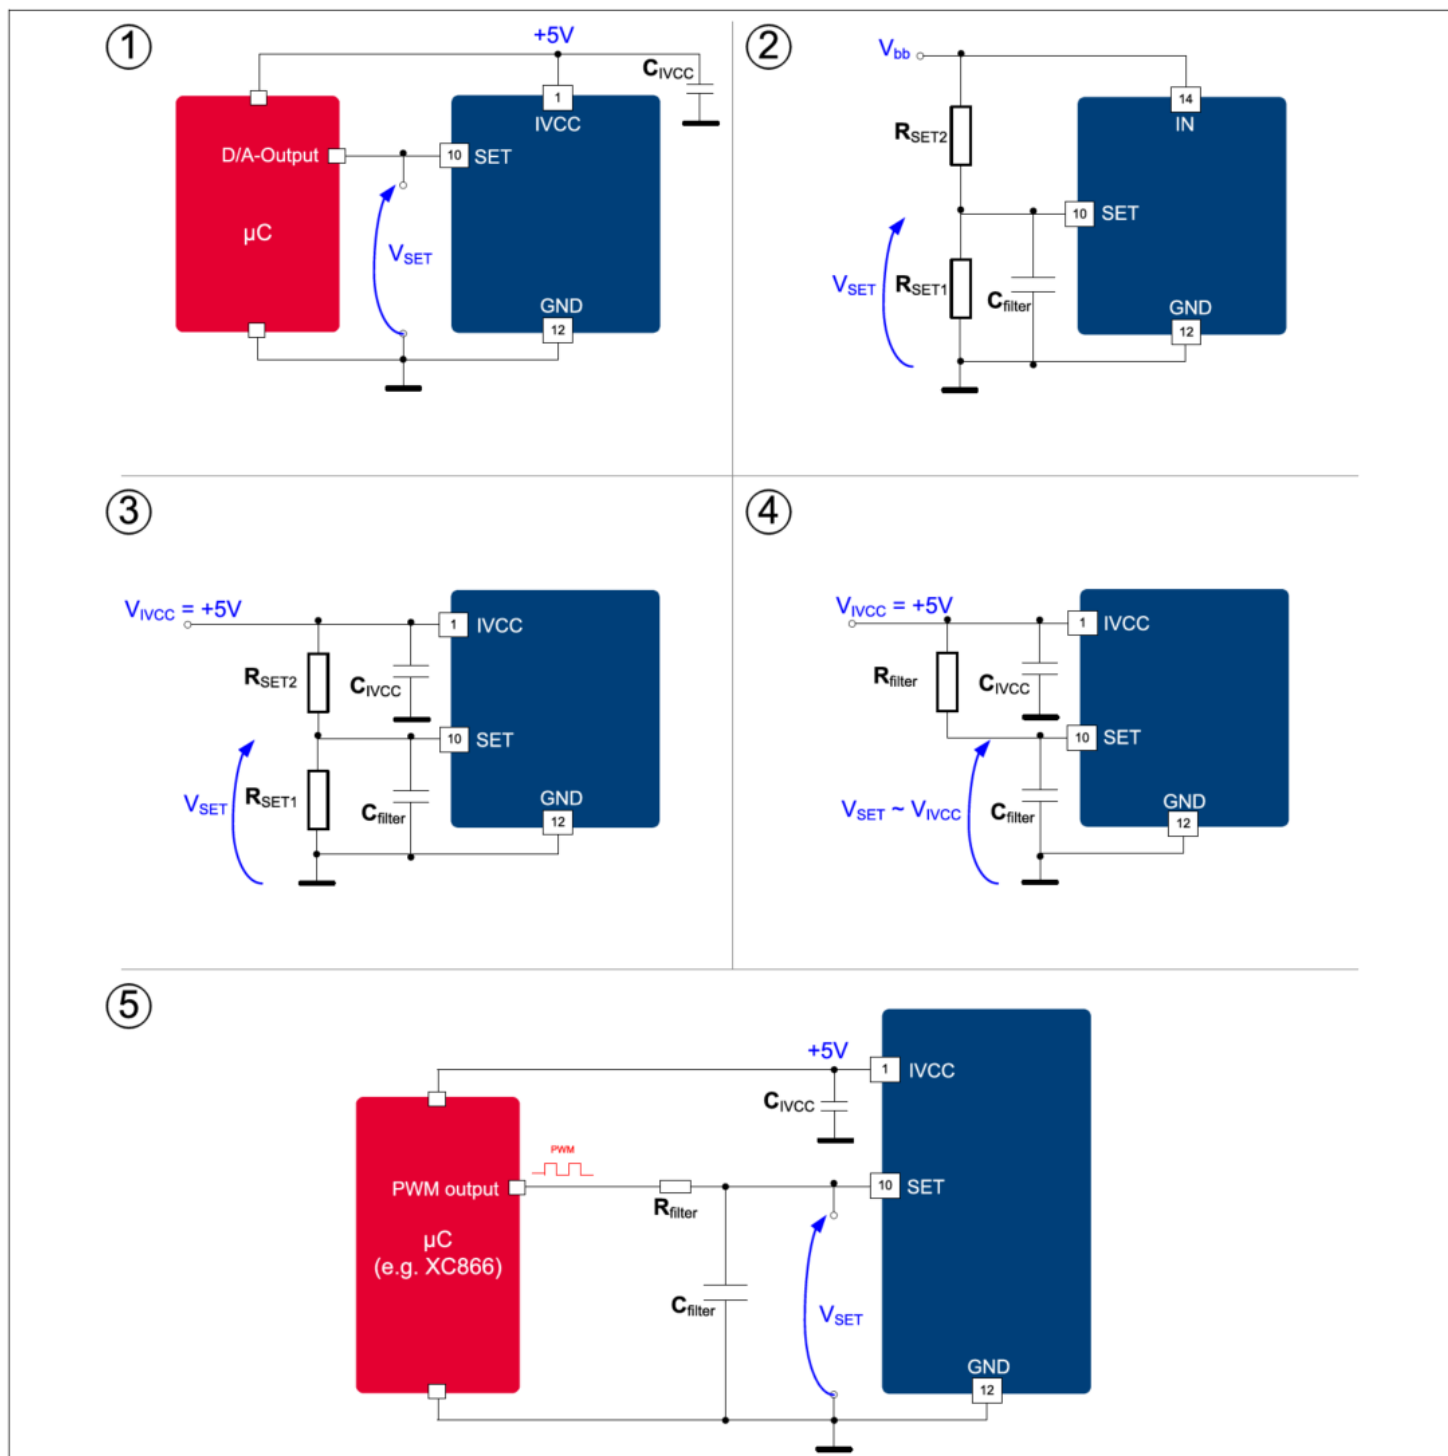

图 19 模拟调光在各种应用中的应用
1.6 V 外部电源。不同的应用场景如 图 19 所示。例如，如果热敏电阻连接在单独的 LED 模块上，并且“模拟调光输入”用于 LED 热保护，则该引脚也可以位于电子控制单元之外。为了对该引脚进行电池防反接保护，应放置一个外部串联电阻器以限制电流。